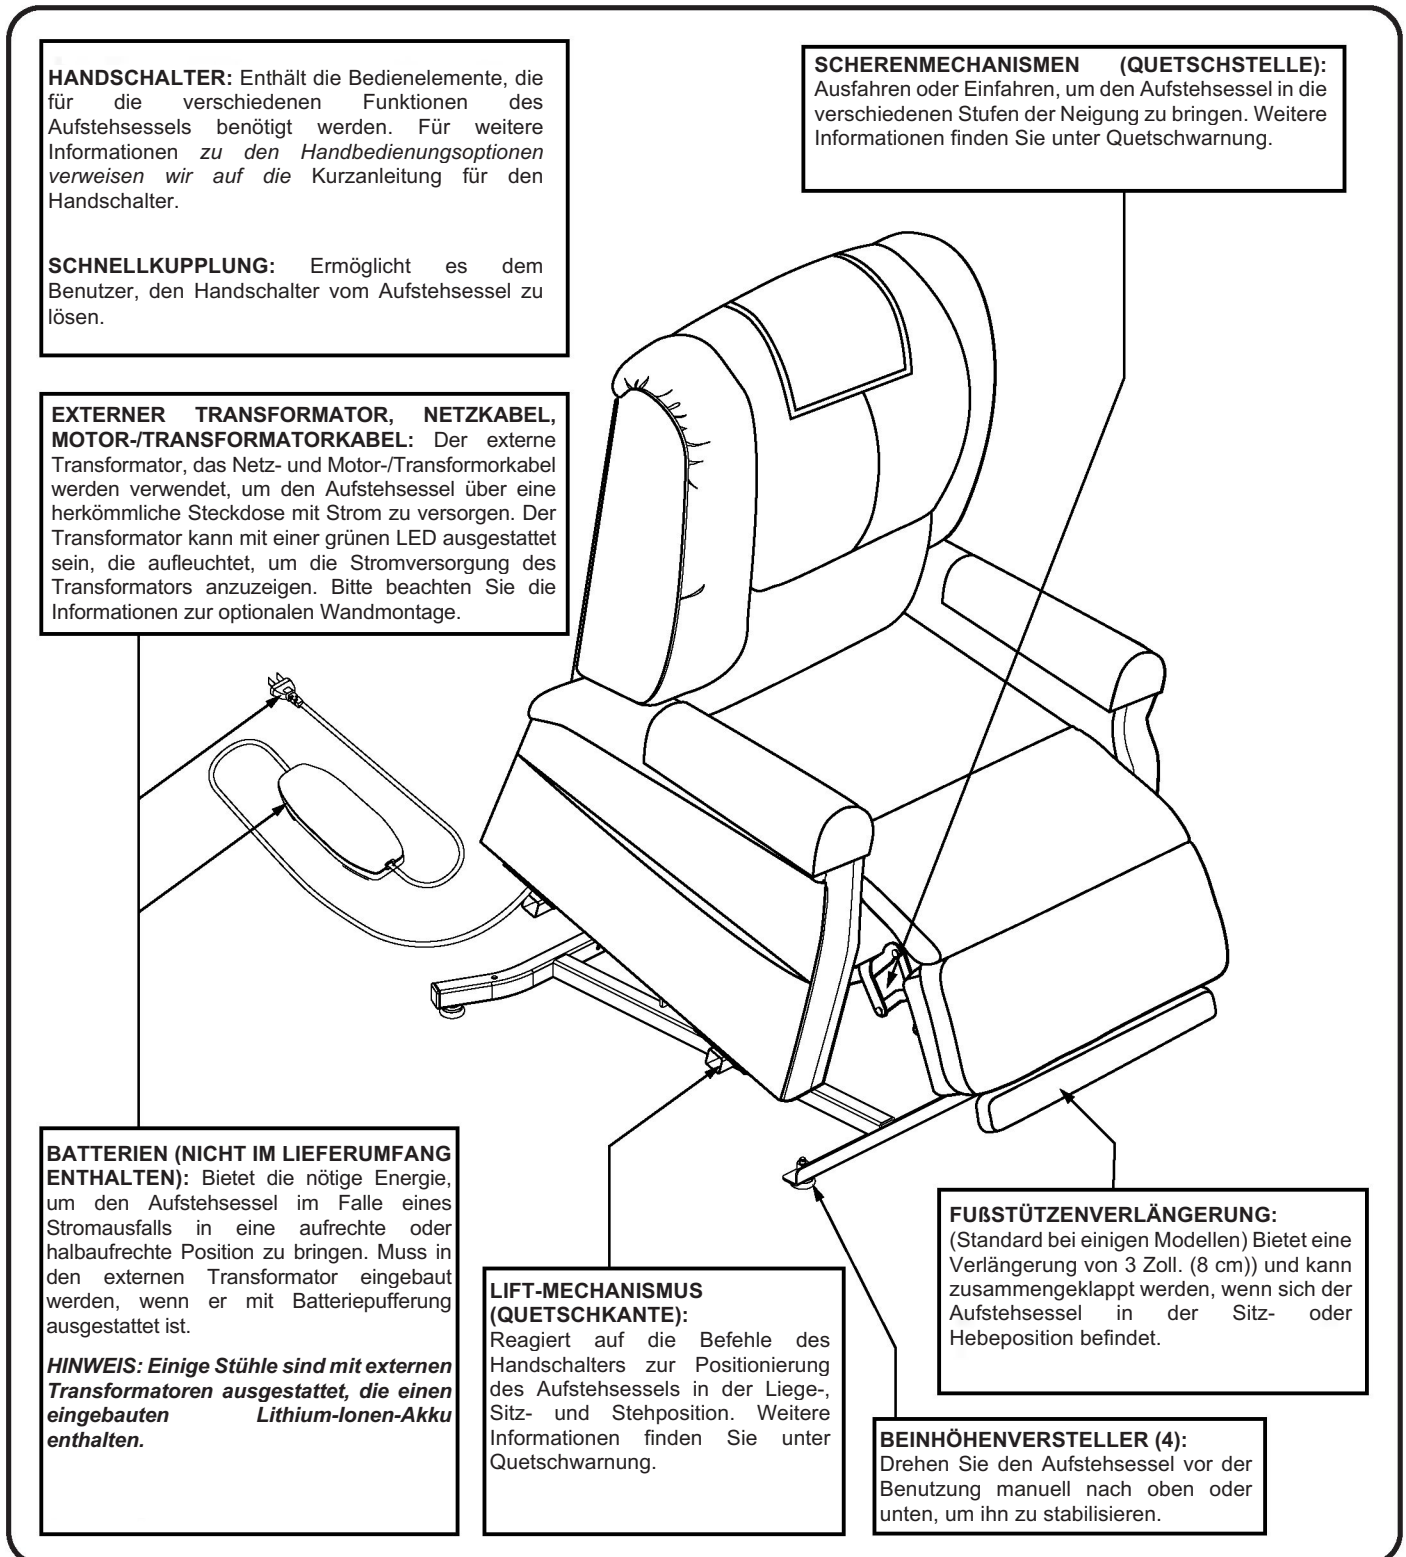

Abbildung 3.1 Hauptkomponenten des Aufstehsessels
Die Scheren- und Hebemechanismen an Ihrem Aufstehsessel sind als Quetsch- und Einklemmgefahr gekennzeichnet. Halten Sie sich von diesen Bereichen fern und stellen Sie sicher, dass der Bewegungspfad nicht blockiert ist. Bitte beachten Sie **Abb. 3.1** zu den Quetsch- und Einklemmstellen.
Die Stühle sind mit verschiedenen Rahmen- und elektrischen Komponenten ausgestattet. Zu den Rahmenkomponenten, auch als Karosseriekomponenten bezeichnet, gehören in der Regel eine abnehmbare Rückenlehne, ein Liegepolster*, ein Sitz, eine Fußstütze, Bein Höhenversteller, ein Hubrahmen und ein Scherenmechanismus. Zu den elektrischen Komponenten gehören der externe Transformator mit Anschlusskabeln, die Handsteuerung, der Motor und die Batterien (nicht im Lieferumfang enthalten). Bitte beachten Sie Abbildung 3.1 und beachten Sie, dass die Abbildungen und aufgeführten Optionen möglicherweise nicht dem spezifischen Modell Ihres Aufstehsessels entsprechen.
2. Verstellen Sie die Fußstützen, um eine Stabilisierung des Aufstehsessels zu gewährleisten (**Abb. 3.1**).